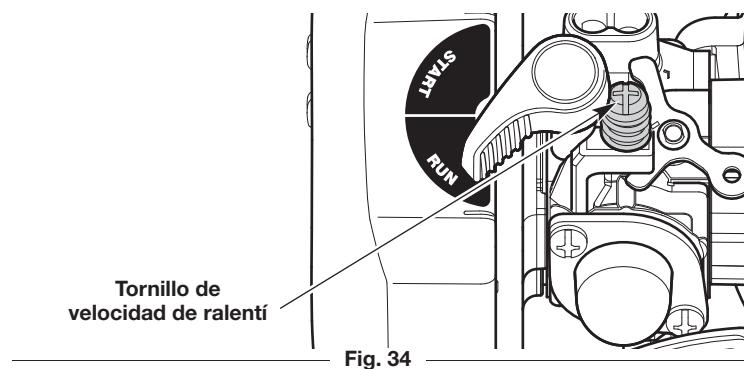

Fig. 34
- Si el motor se para, aumente la velocidad de ralentí. Use un destornillador Phillips pequeño para girar el tornillo de velocidad de ralentí en el sentido de las agujas del reloj, 1/8 de giro cada vez hasta que el motor funcione al ralentí de manera uniforme (Fig. 34).
- Si el cabezal de corte gira cuando el motor funciona al ralentí, reduzca la velocidad de ralentí. Gire el tornillo de velocidad de ralentí en el sentido contrario de las agujas del reloj, 1/8 de giro cada vez, hasta que se detenga el cabezal de corte (Fig. 34).